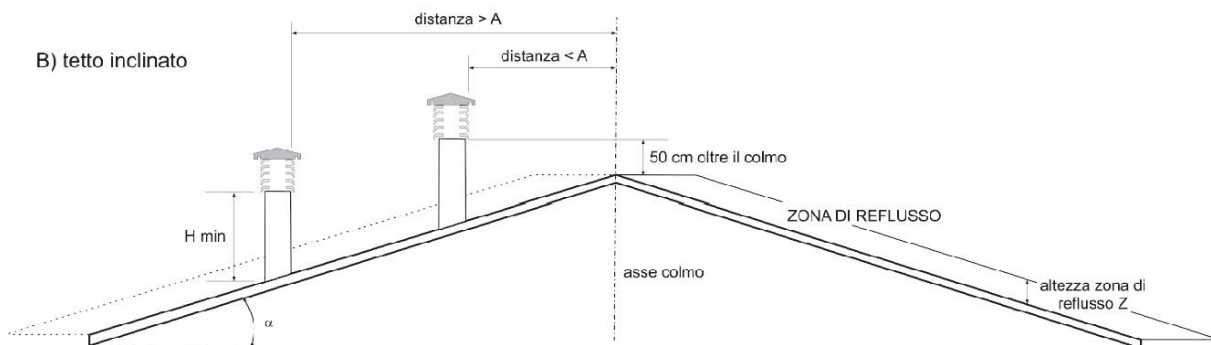

Fig.8
- deve essere posizionato in modo da garantire un'adeguata dispersione e diluizione dei prodotti della combustione e comunque al di fuori della zona di reflusso. Tale zona ha dimensioni e forme diverse in funzione dell'angolo di inclinazione della copertura, per cui risulta necessario adottare le altezze minime riportate in *fig.7* e in *fig.8*.
- Il comignolo dovrà essere del tipo antivento e superare l'altezza del colmo (*fig.7* e *fig.8*).